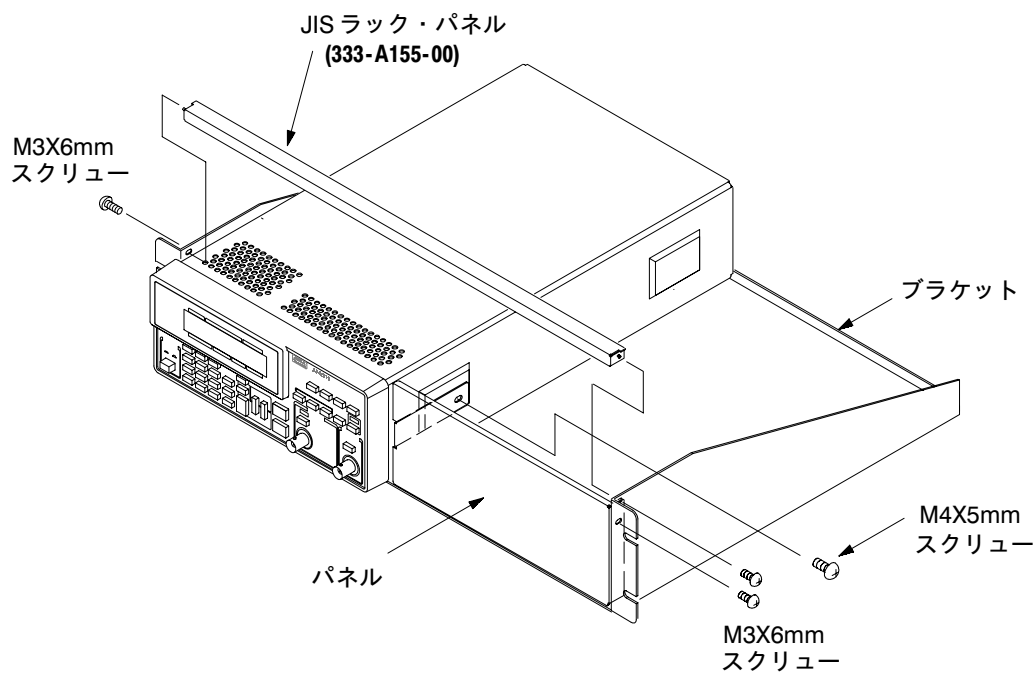

図7: パネルの取付
4. スクリユー (M4×5mm 1本) でパネルと本機器を固定します。図7を参照してください。